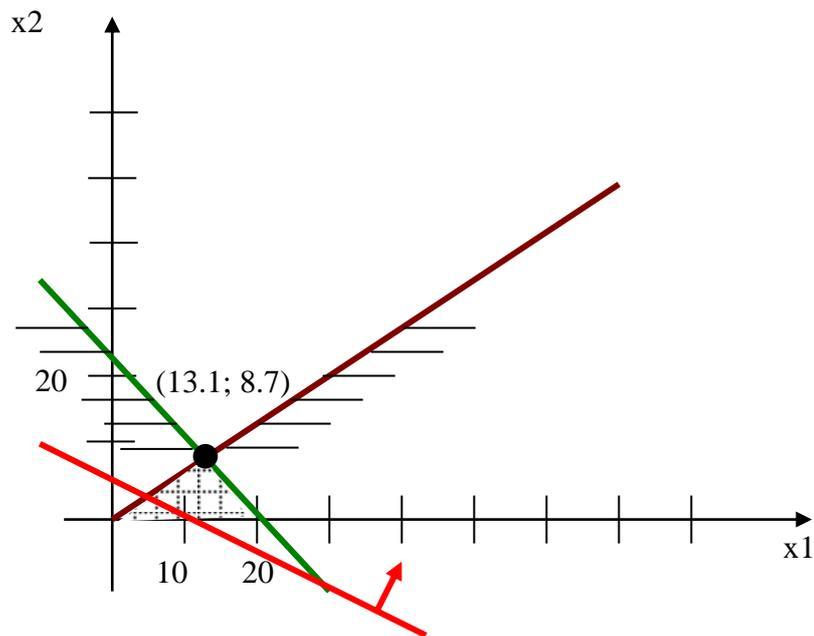

Рис. 3. Графическое решение задачи 3
**Решение модели.** Так как управляемых переменных всего две, решение модели найдем графически (рис.3).